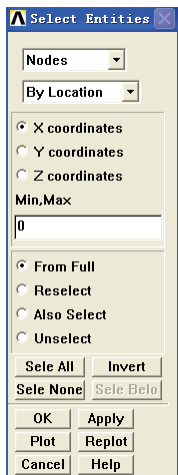

图 5-208 选择节点对话框
4) 选择 Utility Menu | Select | Entities 命令, 出现 Select Entities 对话框, 参照图 5-208 对其进行设置, 单击 OK 按钮关闭该对话框。